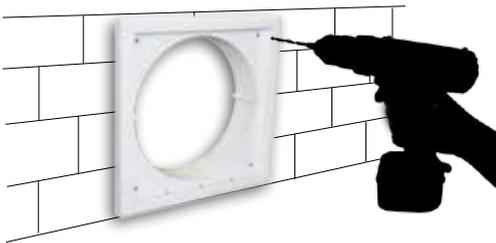

fig.2
- 3 Segnare i fori di fissaggio per la griglia di ventilazione esterna e forare. Per comodità usare la parte posteriore della griglia. (vedi fig.2)